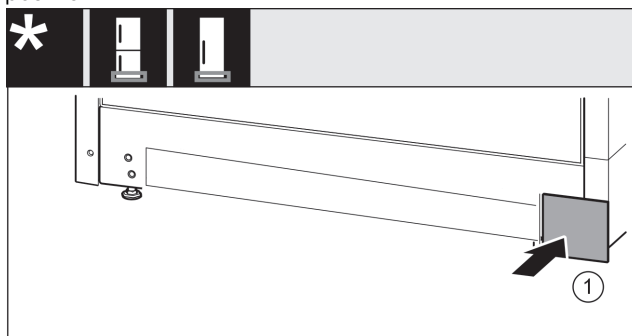

Fig. 45
- Vendosni sërish në vend kapakun mbulues Fig. 45 (1) në anën tjetër.